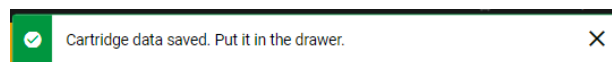

Abbildung 18. Dialogfeld „Cartridge saved“ (Kartusche gespeichert).
5. Nach erfolgreicher Dateneingabe erscheint die folgende Meldungsleiste kurz oben im Bildschirm (Abbildung 18).